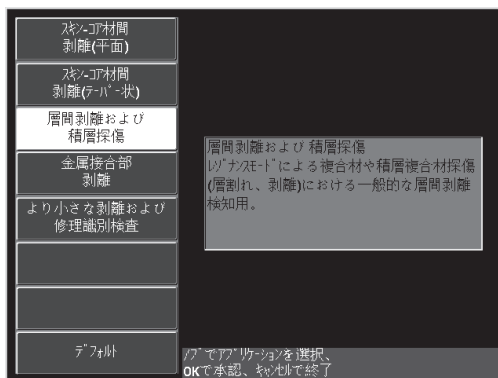

図 6-46 Delamination and Laminates Inspection (層間剥離および積層検査) アプリケーション
3. **Delamination and Laminates Inspection (層間剥離および積層検査)** アプリケーションを選択し、✓ を押して受け入れます (166 ページの図 6-46 参照)。